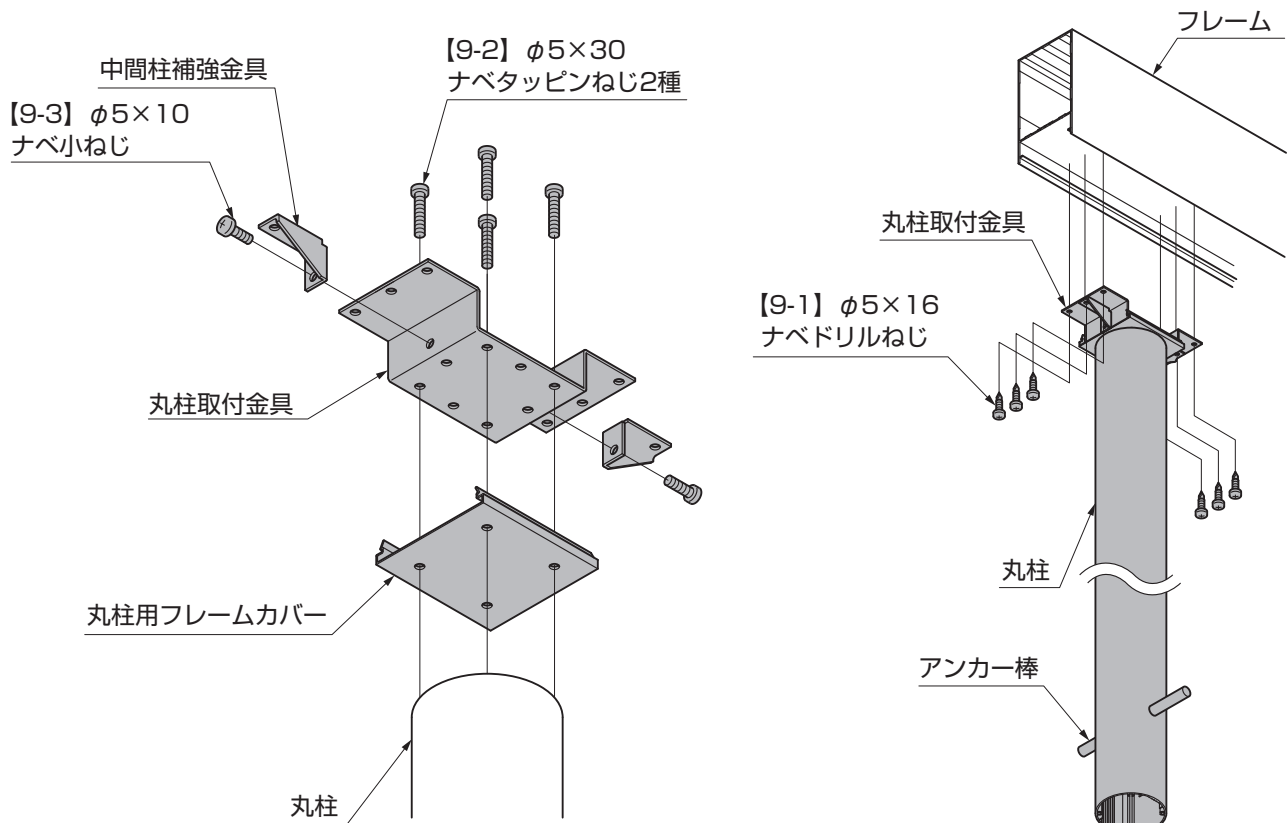

図5-24 丸柱の組立て
- ②丸柱取付金具に中間柱補強金具を【9-3】で取付けてください。(図5-24参照)
- ③丸柱取付金具、丸柱用フレームカバー、丸柱を【9-2】で取付けてください。(図5-24参照)